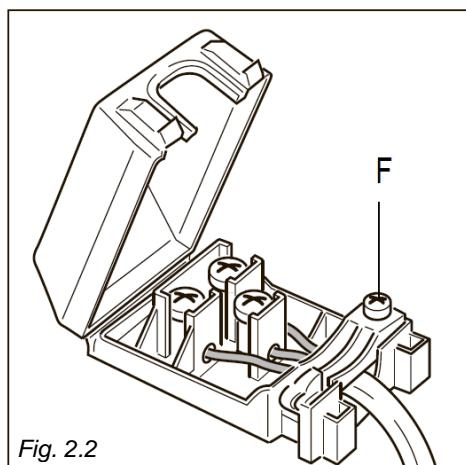

Fig. 2.2
- Abra o prensa-cabos desenroscando o parafuso "F" (fig. 2.2), desaparafuse os parafusos do terminal e remova o cabo.
UTILIZAÇÃO ADEQUADA DOS DISCOS ELÉTRICOS (fig. 2.2)